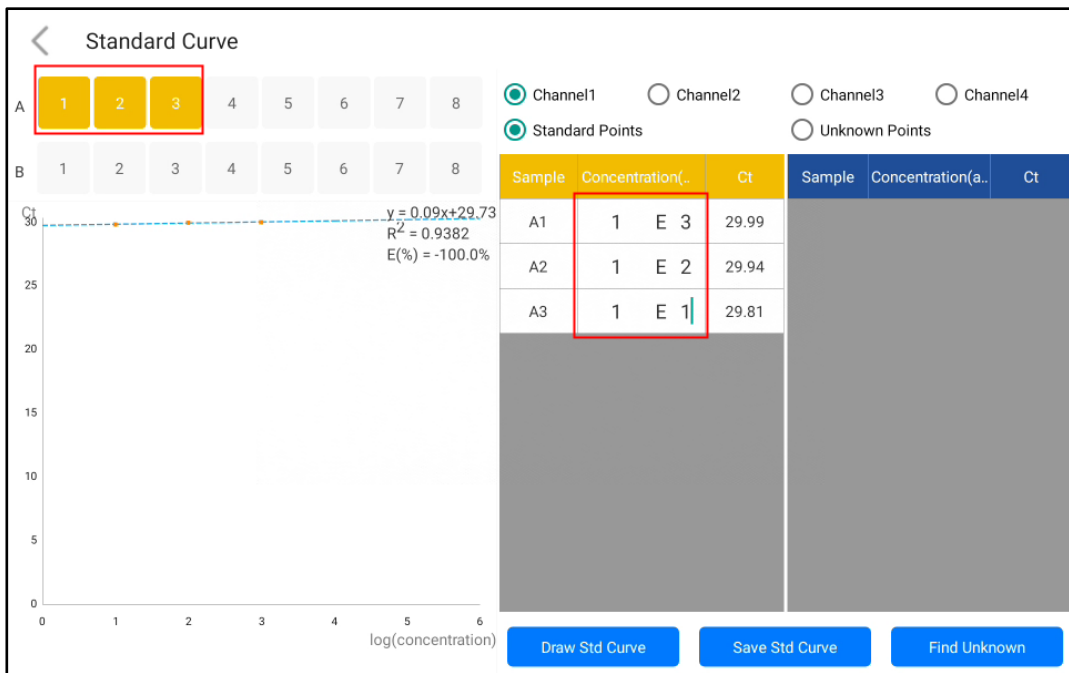

Figura 4-5-4 Interfaccia della curva standard
- a. Fare clic sul pulsante "Curva standard" nell'interfaccia dei dati per accedere all'interfaccia della curva standard (come mostrato nella Figura 4-5-4).